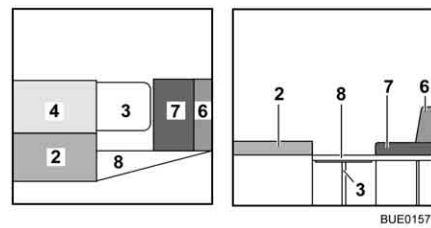

Fig. 159 Durante la transformación
- Colocar el cojín del respaldo (Fig. 159,4) junto al cojín del asiento (Fig. 159,2).
- Desplegar el apoyo del ensanchamiento de cama (Fig. 159,8) y enganchar el ensanchamiento de cama en los alojamientos en los baúles-banco.